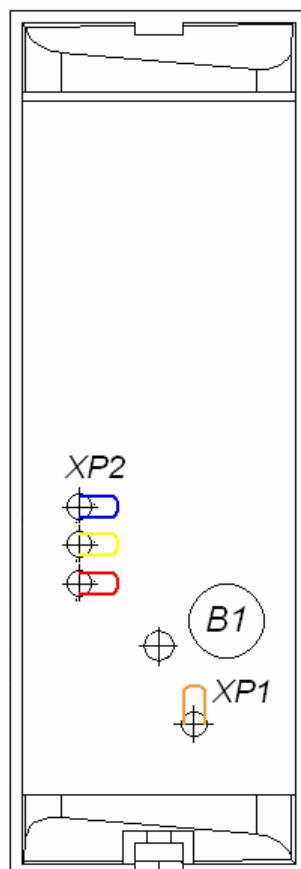

Рисунок 4. Расположение пьезоэлемента (B1), трех перемычек «номер считывателя» (XP2) и перемычки «отключение концевого резистора» (XP1)
Кроме того, на тыльной стороне считывателя расположены четыре перемычки проводом (см. рис. 4):
4. При помощи трех перемычек **XP2** (см. рис. 4) установите номер считывателя, для чего в соответствии с табл. 1 необходимые перемычки перекусите кусачками. Разрезанные перемычки не должны контактировать с другими перемычками и с металлическим основанием.
5. С целью предотвращения искажений сигнала на концах линии связи *RS-485* должны быть установлены концевые резисторы. В считывателе **PERCo-IR03.1** такой резистор предусмотрен конструктивно. Если устанавливаемый считыватель не является конечным устройством на линии связи, то на нем необходимо отключить концевой резистор, для чего перекусите перемычку **XP1** (см. рис. 4). Проверьте наличие концевых резисторов на реальных концах линии связи интерфейса *RS-485*.